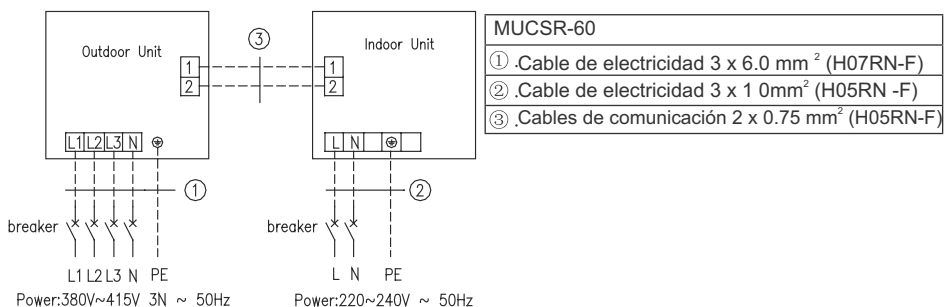

Fig.42
- ① . El cable de electricidad y cable que conecta la válvula de aire fresco son de alto voltaje, mientras que el cable del regulador eléctrico son de bajo voltaje. Deberían funcionar por separado contra la interferencia electromagnética.
- ② . Las líneas de tensión alta y baja deben pasar a través de los anillos de goma de las cubiertas de la caja eléctrica.
- ③ . No enrolle el cable eléctrico del regulador y el cable de comunicación junto u organícelos en paralelo. De lo contrario, puede ocurrir un funcionamiento inadecuado.
- ④ . Las líneas de alta y baja tensión deben fijarse por separado y con seguridad, con grandes abrazaderas internas para las primeras y abrazaderas pequeñas para las últimas.
- ⑤ . Apriete el cable de conexión interior/exterior y cable de electricidad respectivamente al panel terminal mediante tornillos. Una conexión defectuosa puede causar fuego.
- ⑥ . Si el cable de conexión de la unidad interior (a la unidad exterior) y alimentación eléctrica están conectados incorrectamente, la unidad del aire acondicionado puede sufrir daños.
- ⑦ . Conecte el cable de la unidad interior correctamente según las marcas correspondientes que se muestran en la Fig.42.
- ⑧ . Fije a tierra las unidades interior y exterior utilizando un cable de toma a tierra.
- ⑨ . Las unidades deben fijarse a tierra en cumplimiento con las regulaciones locales y nacionales.
(6) Conexión eléctrica de la unidad exterior